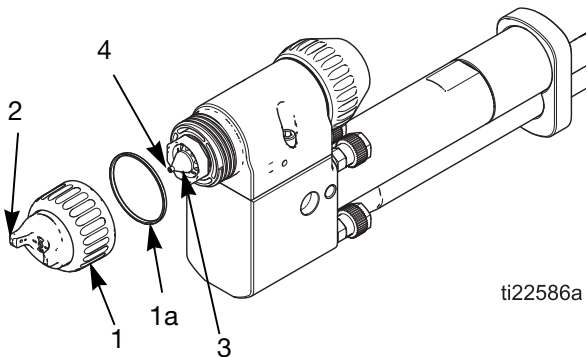

FIG. 21. Limpieza del cabezal de aire y de la boquilla de fluido
3. Retire el anillo de retención (1) y el cabezal de aire (2). Vea la FIG. 21 en la página 32.
4. Limpie la boquilla de fluido (3) y el exterior de la pistola con un paño limpio humedecido con disolvente. Evite la entrada de disolvente en los pasajes de aire. Siempre que sea posible, apunte la pistola hacia abajo mientras la limpia.
5. Si parece que hay pintura dentro de los conductos de aire de la boquilla de fluido (3), desmonte la pistola de la línea para repararla.
6. Limpie el cabezal de aire (2) con el cepillo de cerda suave y el disolvente o sumérjalo en un disolvente adecuado y límpielo. No utilice herramientas metálicas.
7. Instale cuidadosamente el cabezal de aire (2). Asegúrese de introducir el electrodo (4) a través del orificio central del cabezal de aire.
8. Gire el cabezal de aire (2) hasta la posición deseada.
9. Compruebe que la copa en U (1a) está correctamente colocada en el anillo de retención (1). Los bordes deben estar hacia arriba.
10. Apriete el anillo de retención (1) hasta que el cabezal de aire (2) esté firmemente sujeto; no debe ser posible girar a mano el cabezal de aire.